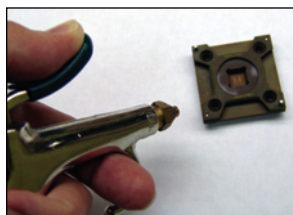

図 19: 圧縮エアによるクリーニング
- クリーンなドライ圧縮エア (20psi以下) 図 19を参照ください。